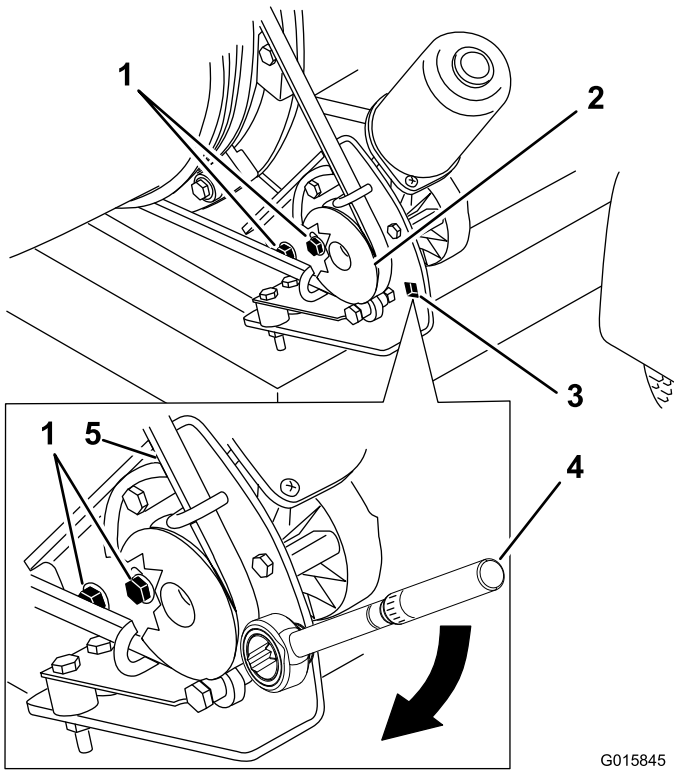

Figure 35
1. Desserrez les boulons qui fixent le support de la poulie au cadre du souffleur (Figure 35).
2. Placez une clé dynamométrique dans le support de la poulie (Figure 35).
3. Faites pivoter le support de poulie et éloignez-le de l'embout jusqu'à ce que la clé dynamométrique indique 23 à 26 N·m (200 à 230 po-lb) (Figure 35).